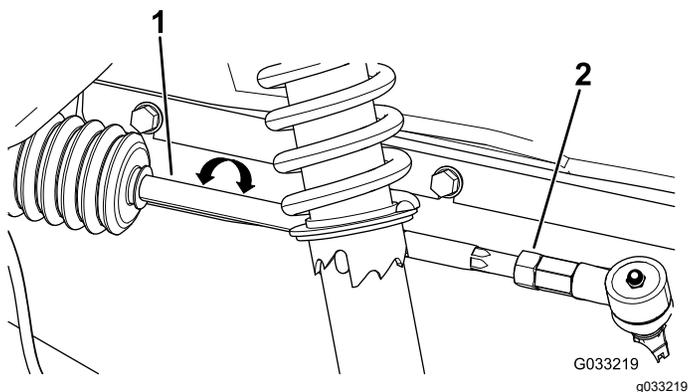

図 57
2. 前後の測定値の差が所定範囲0-6 mmにならない場合は、タイロッドの外側端部にあるジャムナットをゆるめて調整を行う(図57)。